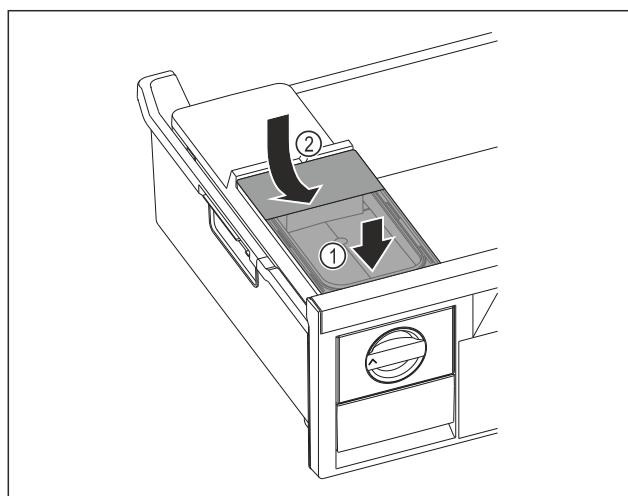

Fig. 76
- Așezați în față rezervorul de apă. Fig. 76 (1)
- Coborâți în spate rezervorul de apă. Fig. 76 (2)